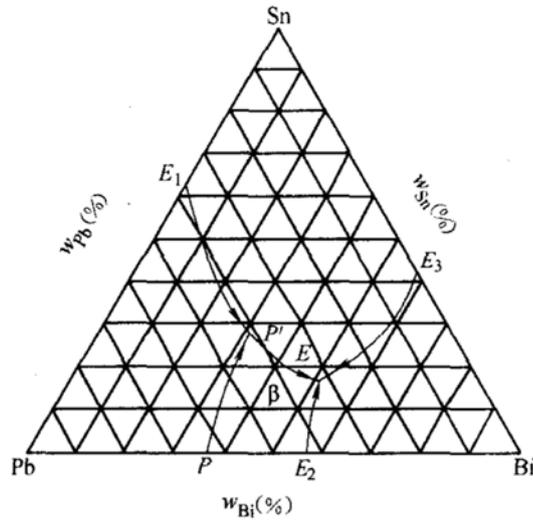

图 27-1 第二题第 4 小题图
(1) 若其离子半径 $r_{Mg^{2+}} = 0.066nm$ ， $r_{O^{2-}} = 0.140nm$ ，则其原子堆积密度为多少？
(2) 如果 $r_{Mg^{2+}}/r_{O^{2-}} = 0.41$ ，则原子堆积密度是否改变？
4. 图 27-1 所示为 Pb-Sn-Bi 相图投影图。问：